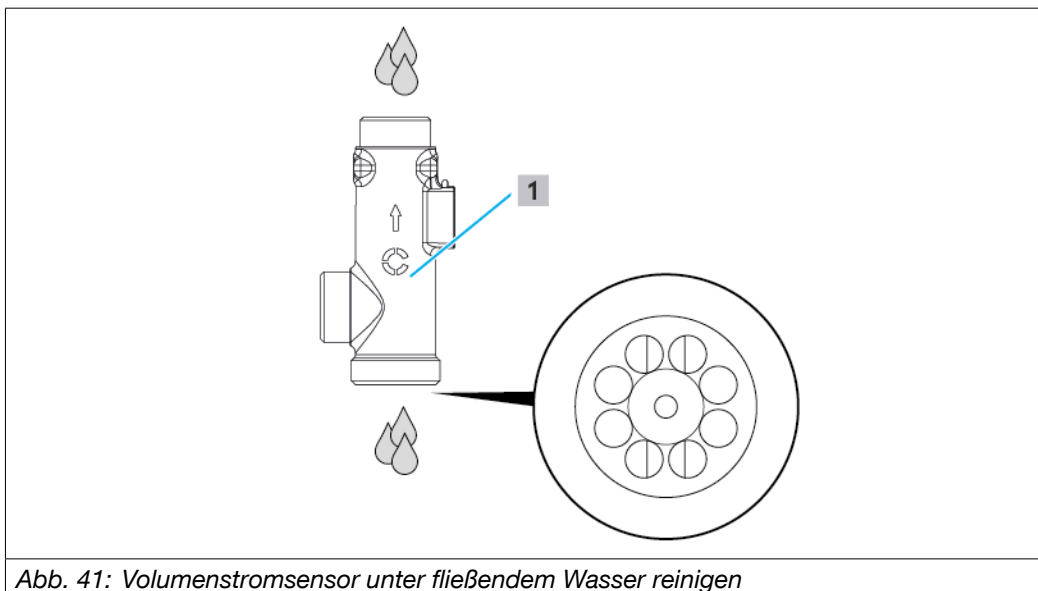

Abb. 41: Volumenstromsensor unter fließendem Wasser reinigen
8. Halten Sie das Gehäuse des Volumenstromsensors ((1) in Abb. 41) entgegengesetzt zur Durchflussrichtung unter fließendes Wasser, um Rückstände wie z. B. Harfeste zu entfernen und die Einschubturbine zu reinigen.